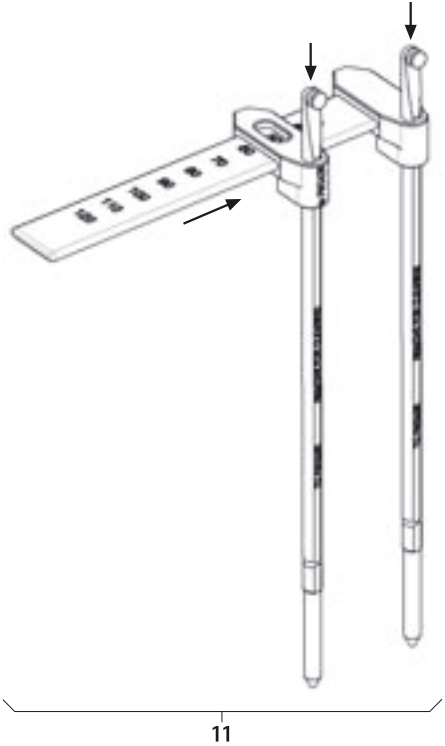

Fig. 17
- Montar el medidor de longitud de varilla 11, ver Fig. 17.